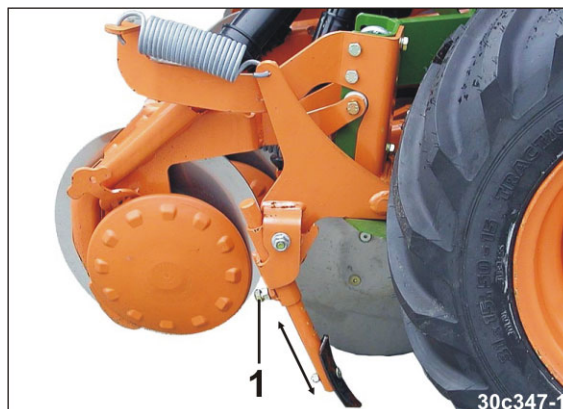

Fig. 182
- 1.1 Løsne skruen (Fig. 182/1).